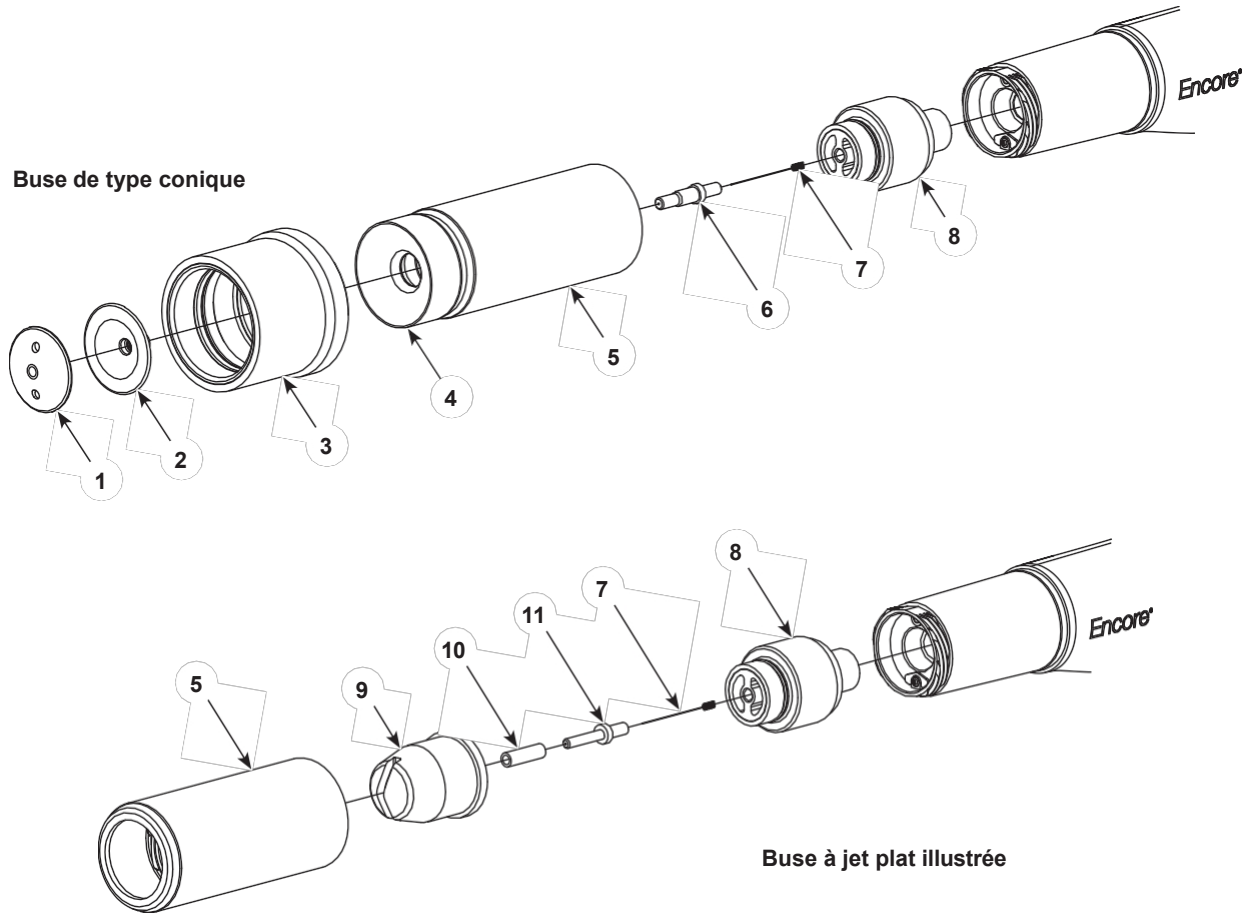

Figure 7 Remplacement d'une buse de pulvérisation conique par une buse plate ou d'angle (illustrée avec une buse de pulvérisation plate)
Voir la figure 7. Pour remplacer la buse conique standard par une buse plate ou d'angle, les éléments suivants doivent être commandés :
3. Voir la figure 7. Retirez la buse du pistolet :